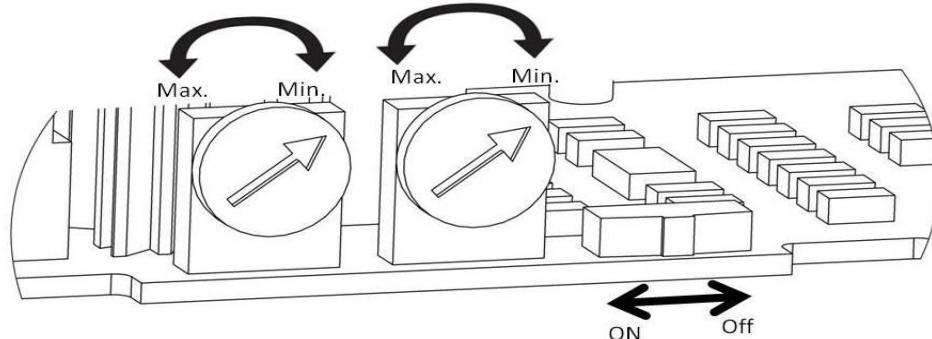

Fig. 11
**HINWEIS:** halten Sie mindestens 40 cm Abstand (15,8") zu Ablagen, Marmorzeugnissen oder Waschbecken (siehe Abbildung 11). Vermeiden Sie, wenn möglich, reflektierende Oberflächen in der Nähe des Erfassungsbereiches des IR-Sensors.
Der Erfassungsbereich kann durch Drehen des Potentiometers eingestellt werden, wie in Abbildung 11 beschrieben.